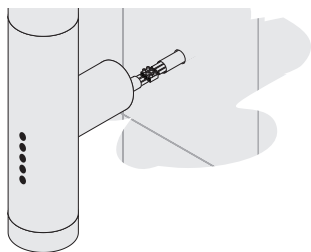

Рис.11
4.2.6. Соединить провода полотенцесушителя с проводом из стены с помощью клеммных колодок (рис. 11).